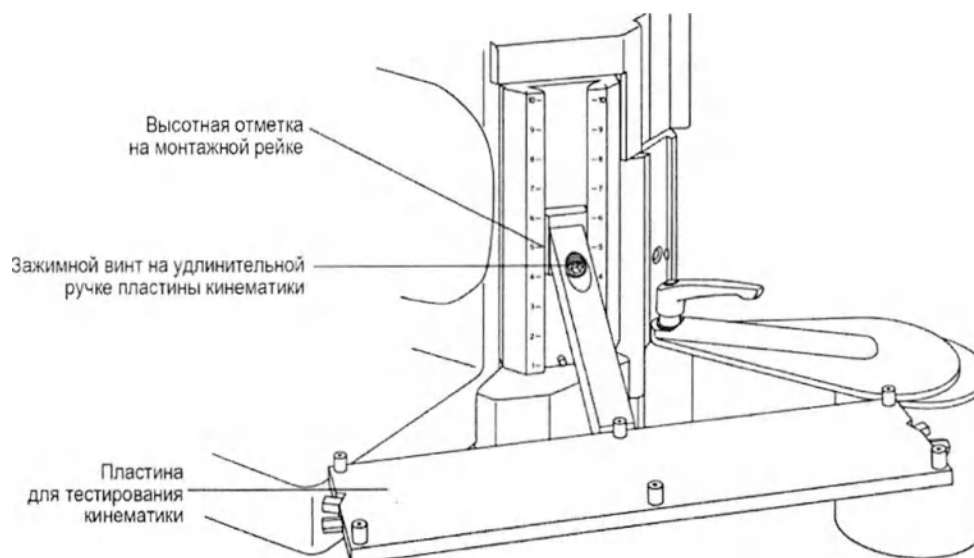

Рисунок 4-3. Установка пластины тестирования кинематики.
1. Ослабьте зажимный винт. Используйте нестерильный 8-миллиметровый шестигранный ключ (Allen) для ослабления зажимного винта на монтажной рейке удлинительного плеча пластины для тестирования кинематики. Убедитесь, что используется монтажная рейка на базе системы ТСАТ со стороны оперируемой ноги (Рисунок 4-3).